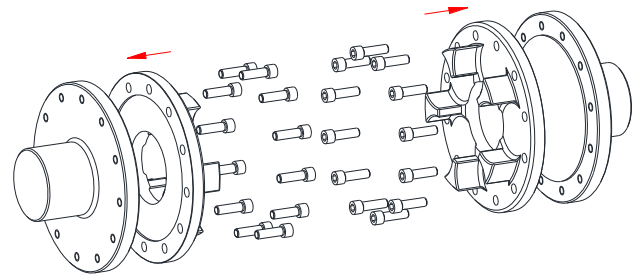
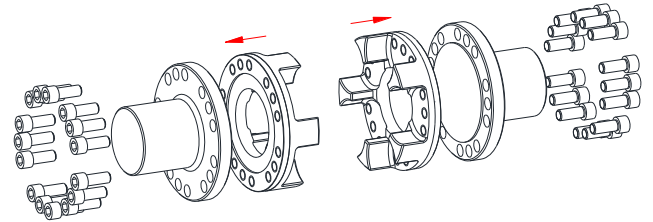

Figura 24: montaje de las bridas (modelo DF)
Figura 25: montaje de las bridas (modelo DFN)
- Ponga la brida motriz frente a la brida del lado de accionamiento y conducido del eje (véase figura 24 tipo DF y figura 25 tipo DFN).